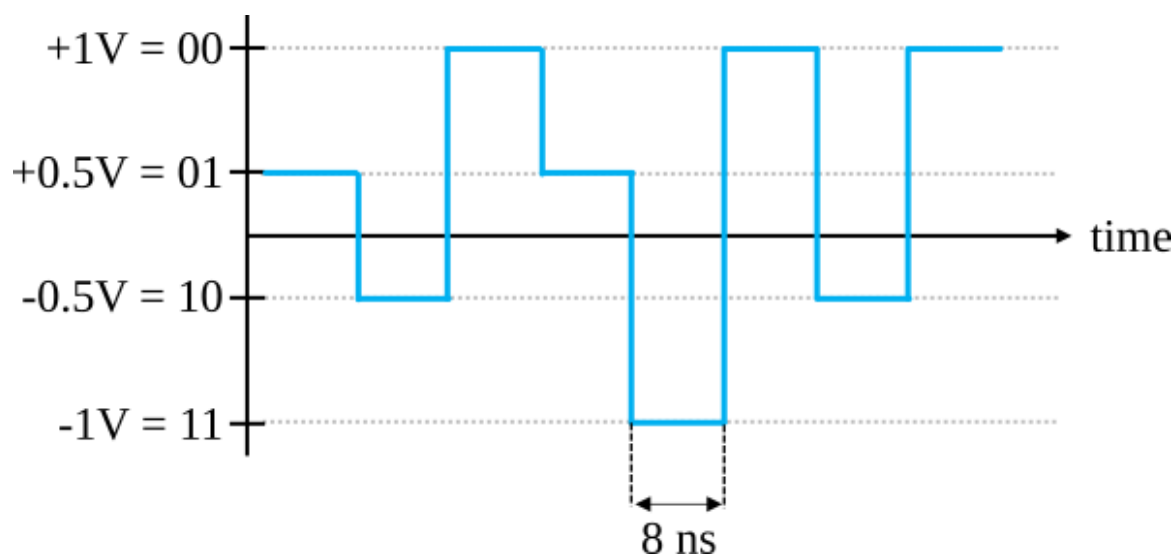

图 5.27: 以太网中的信号
以太网传输的信号如图 5.27 。
1. 在图 5.27 中，每秒钟能够传输多少个 bit 呢？(bits per second, bps)